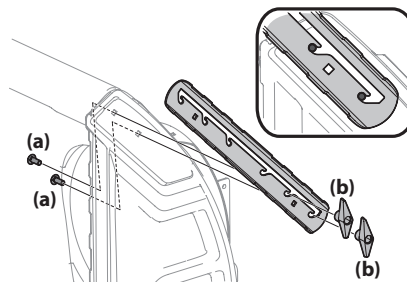

Figura 2-53
1. Afloje los dos pernos de carro (a) y las dos tuercas de mariposa (b) que sujetan cada cortador de desplazamiento de nieve ubicados a los lados de la caja de la barrena. Consulte la Figura 2-53.